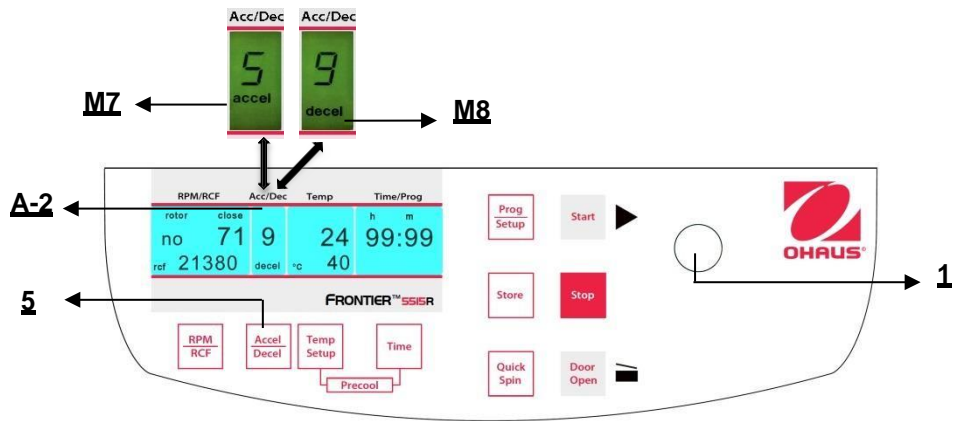

Abbildung. 18
Diese Funktion wird durch die Taste "**Accel/Decel**" (5) aktiviert (siehe Abbildung18).